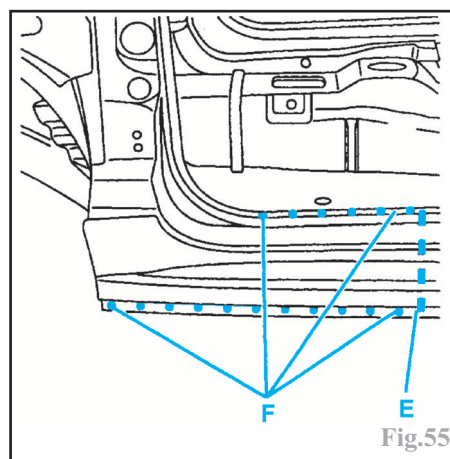

Fig.55
- par cordons successifs en E au MIG et meuler (Fig.55).